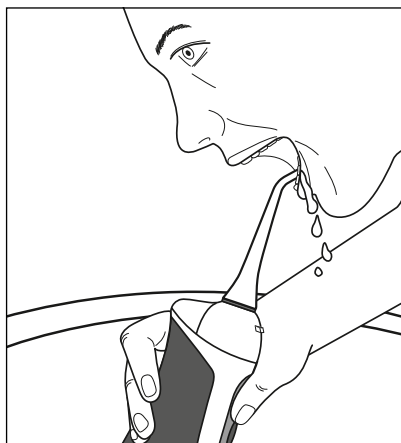

Fig. 1
- Durante el uso del aparato, asegúrese de no cubrir los orificios de entrada de aire ❹ de la parte trasera de la pieza manual ❸ con los dedos.
- Si, durante el uso del aparato, mantiene la pieza manual ❸ en una posición demasiado inclinada, es posible que salga agua por los orificios de entrada de aire ❹.
- 4) Introdúzcase el accesorio **2** en la boca para evitar las salpicaduras de agua. Inclínese hacia el lavabo y mantenga la pieza manual **5** en una posición lo más recta posible (consulte la fig. 1). La boquilla **1** del accesorio **2** está orientada hacia los dientes/espacios interdientales.